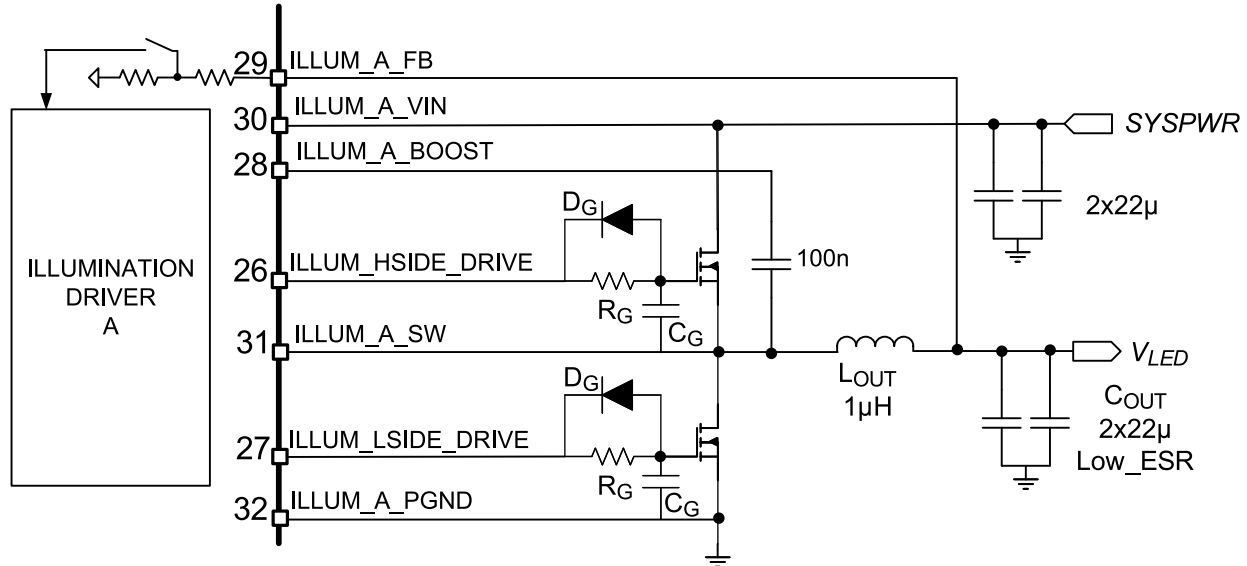

図 6-4. 一般的な照明ドライバ構成
DLPA3085 の照明ドライバは、2 つの外付け低抵抗 N チャネル FET を駆動するための降圧コントローラです (図 6-4)。降圧コンバータの動作原理は、アプリケーションノート『スイッチモード電源の降圧電力段について』(SLVA057)で説明しています。適切に動作させるには、外付け部品、特にインダクタ L_{OUT} および出力コンデンサ C_{OUT} の選択が非常に重要です。最高の効率とリップル性能を得るには、等価直列抵抗 (ESR) が小さいインダクタとコンデンサを選択します。コンデンサの電圧定格は、アプリケーションでコンデンサの両端に印加される電圧の 2 倍以上に設定します。
図 6-10 に、12V の入力電圧に対する照明ドライバとパワー FET の効率の概要を示します。外部コンポーネント (図 6-4): ハイサイド FET (L) CDS17506Q5A、ローサイド FET (M) CDS17501Q5A、 $L_{OUT} = 2 \times 2.2\mu\text{H}$ 並列、 $C_{OUT} = 88\mu\text{F}$ 。いくつかの出力電圧レベル (V_{LED}) について、出力電流と効率との関係を示します。